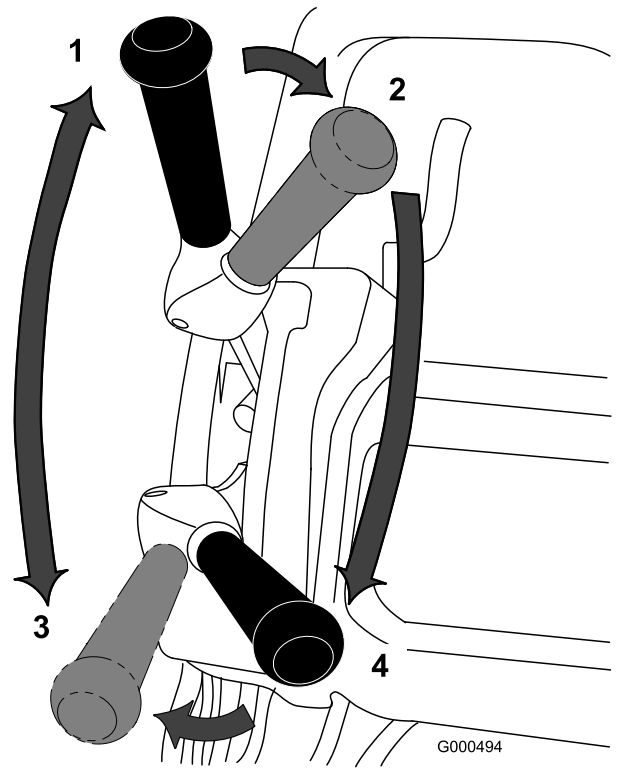

图23
1. 启动发动机，将油门设置为低速，向下推动手柄以提起滚刀组，压低操作员到位控制装置，将牵引和滚刀驱动接合杆移至前进（行驶）位置，使机器行驶到果岭的环圈上（图23）。
2. 将接合杆移至空档位置（图23）。
3. 将接合杆移至牵引——空档位置和滚刀驱动——分离位置（图23）。
4. 将牵引杆移至牵引——前进和滚刀驱动——接合位置（图23），增加油门速度直至机器按照所需的地面行驶速度行驶，将机器行驶到果岭上，将滚刀组放低到地面上，然后开始剪草。